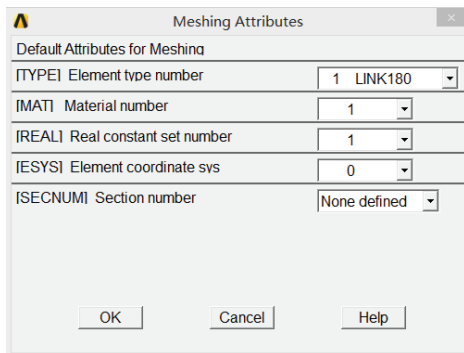

图 3-67 网格划分属性设置对话框
7) 选择 Main Menu | Preprocessor | Meshing | Mesh Attributes | Default Attribs 命令, 出现 Meshing Attributes 对话框, 参照图 3-67 所示对其进行设置, 单击 OK 按钮关闭该对话框。